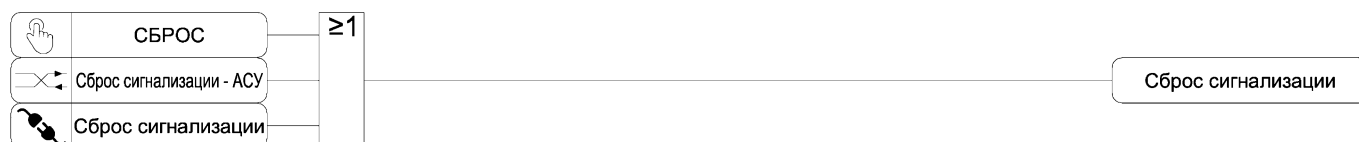

Рисунок 3.24 – Функциональная схема алгоритма сброса сигнализации
3.21.4 Сброс сигнализации осуществляется кнопкой «СБРОС» на лицевой панели пульта, командой АСУ или по входному подключаемому логическому сигналу «Сброс сигнализации» (см. рисунок 3.24).